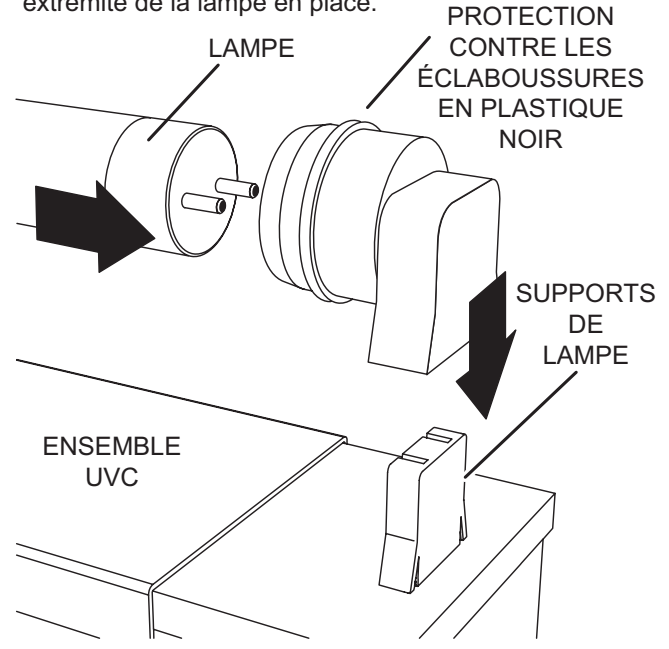

FIGURE 29
- 6 - Attendez 10 minutes avant de toucher la lampe. Ensuite, retirez avec précaution les protections contre les éclaboussures de la lampe (et la lampe pour le remplacement annuel) de chacun des supports de lampe. Reportez-vous à la FIGURE 29.